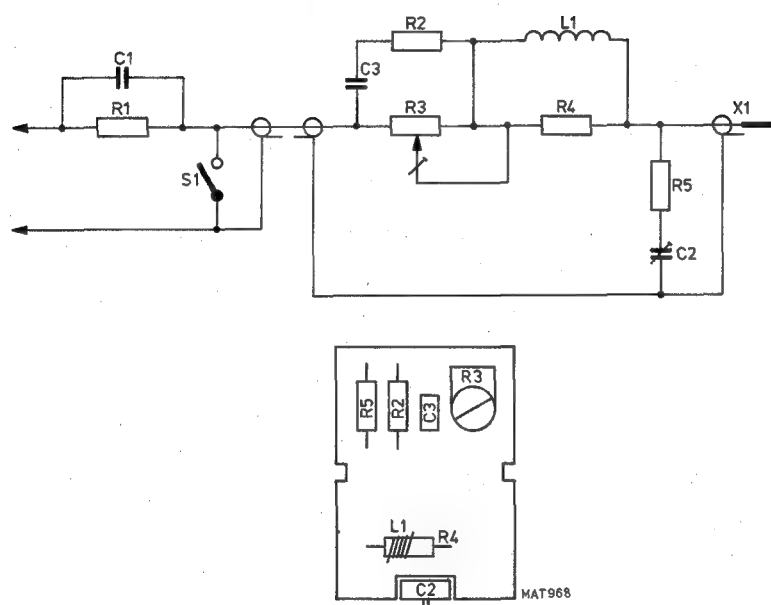

Fig. 1.12. Composants électriques de la sonde et composition de la platine imprimée
Pour la position du potentiomètre R3 dans la boîte de compensation voir fig. 1.12.
1.4.5.2. Composants électriques (voir fig. 1.12.).